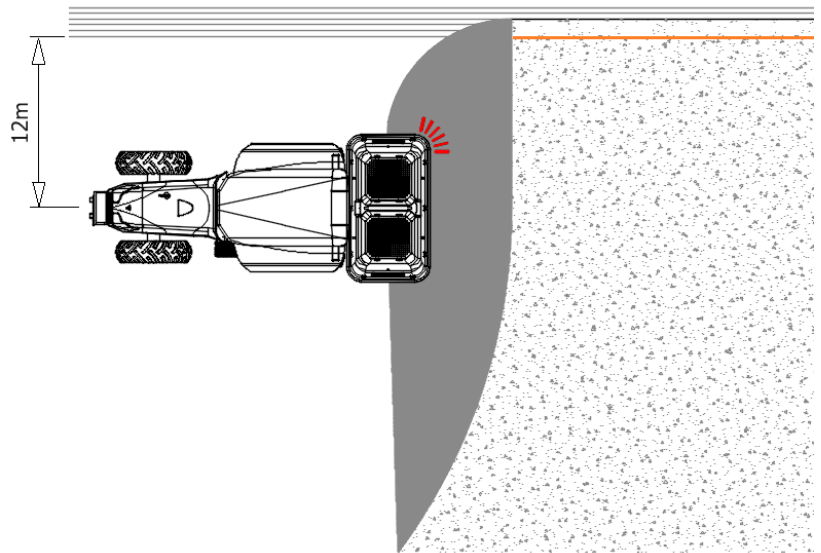

Figure 6.12 - Exemple d'épandage- limitation "jusqu'JUSQU'AU BORD".
Si vous souhaitez limiter l'épandage à la moitié complète du schéma d'épandage (*figure 6.12*), la limitation "JUSQU'AU BORD", vous devez procéder comme suit :
- **Déplacez le tracteur de 12 mètres** du centre vers le bord, comme indiqué (*figure 6.12*),